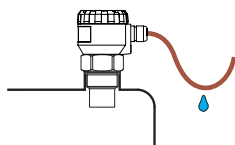

Рис. 10: Защита от проникновения влаги
- Кабель рекомендуем прокладывать под кабельной втулкой (привисанием наклонно вниз) согласно рис. 10. Это предотвратит возможное проникновение влаги. В этом случае дождь и конденсирующаяся вода могут свободно стекать.